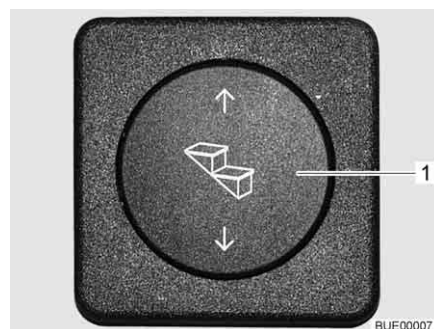

Fig. 12 Pulsador de mando escalón de entrada
- Pulsar la parte inferior del pulsador basculante (Fig. 12,1) y mantenerlo pulsado (por lo menos 3 segundos) hasta que esté completamente extraído el escalón de entrada.
- Pulsar la parte superior del pulsador basculante (Fig. 12,1) hasta que haya introducido completamente el escalón de entrada.